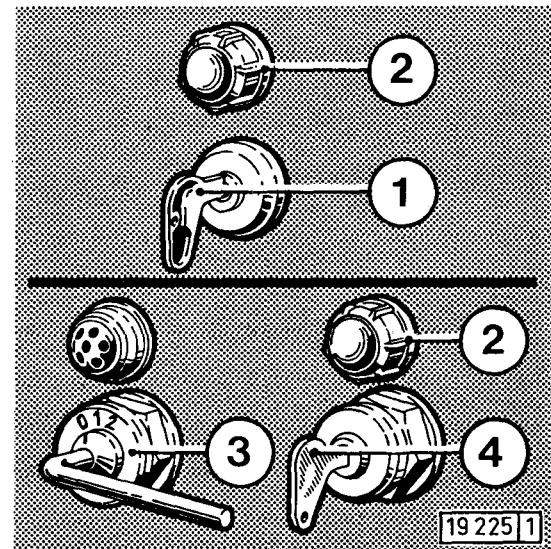

Fig. 60
- ▷ Schaltkastenschlüssel 4 (Fig. 60) einstecken. Ladestromkontrolle muß leuchten.
- ▷ Auf Schaltstufe 1 des Glühanlaßschalters 3 (Fig. 60) 1 Minute »vorglühen«. Glühüberwacher 5 muß hell aufleuchten. Anderenfalls Flammglühkerze defekt oder Leitung unterbrochen.